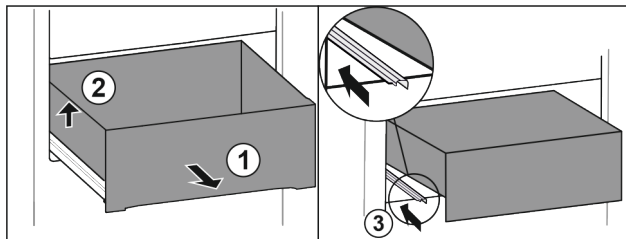

Fig. 86
- Tirer le tiroir jusqu'en butée. Fig. 86 (1)
- Soulever le tiroir sur la gauche. Fig. 86 (2)
- Rentrer le rail de gauche. Fig. 86 (3)